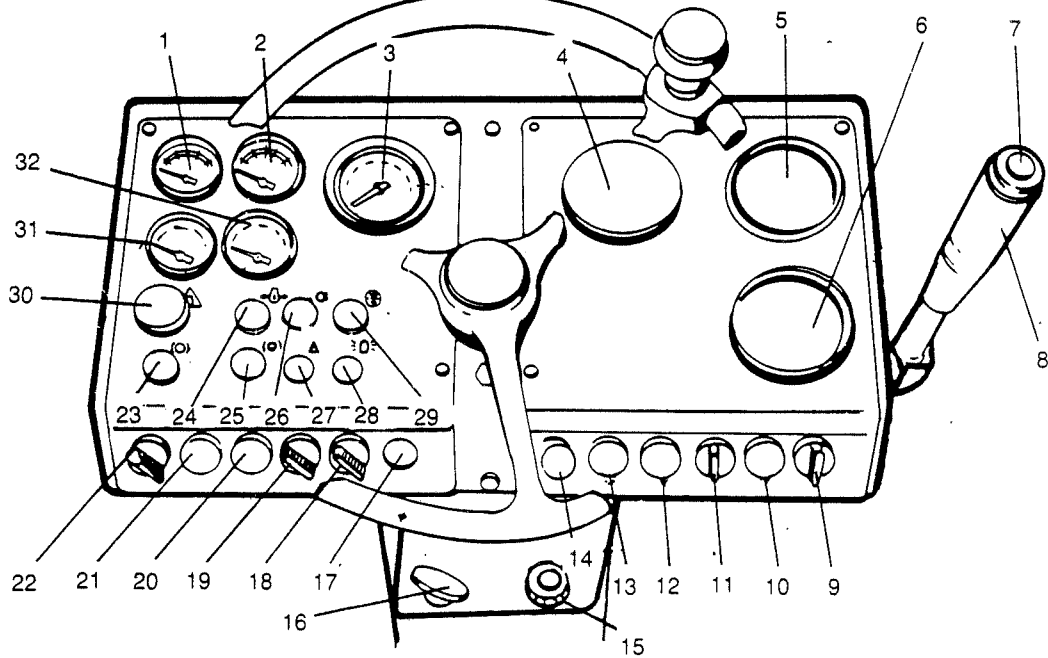

Fig. 1
- 1 Portare il motore ad un regime di 2 400 giri/min. tirando il comando (15). Stabilizzare il numero dei giri ruotando la manopola in:
- 3 Portare il comando alta/bassa velocità (9), fig. 1, nella posizione desiderata.